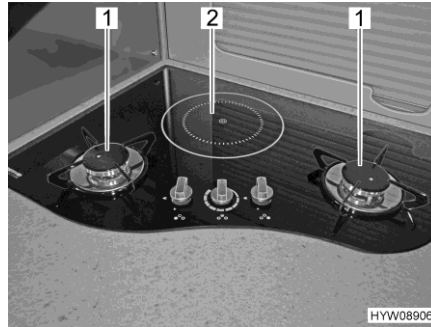

Fig. 198 Cocina de gas de 2 quemadores con placa de inducción
La placa de inducción (Fig. 198,2) únicamente podrá ser utilizada si está conectada a la alimentación de 230 V.
**Encendido** Los dos quemadores de gas (Fig. 198,1) están equipados con un encendido electrónico.